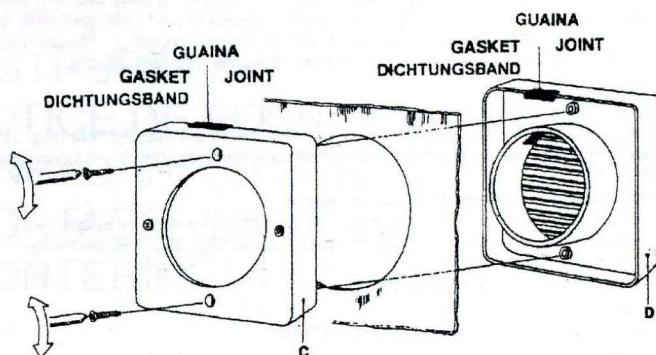

Fig. 2
- 2) Applicare la griglia D all'esterno del vetro inserendo il canotto nel foro, fate combaciare la flangia C alla griglia D e serrate bene le viti fornite di serie (fig. 2).
- 2) Position grille D to the outside of the glass inserting the spigot into the hole (Fig. 2).
- 3) Fit inner flange C to the outer grille D and screw together using the screws provided (Fig. 2).
- 2) Appliquer la grille D sur l'extérieur de la vitre en introduisant la buse d'air dans le trou découpé. Faire correspondre la platine C à la grille D en serrant les vis (Fig. 2).
- 3) Zet onderdeel C aan D vast met de meegeleverde schroeven (fig. 2).
- 2) Placer risten D på den udvendige side af glasset ved at sætte tapperne i hullerne (fig. 2)
- 3) Anbring den indvendige flange C på den udvendige rist D og saml med de vedlagte skruer (Fig. 2).